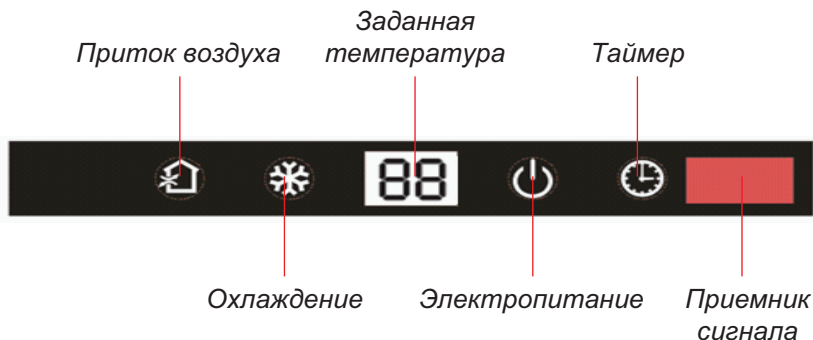

Рис. 5.1
5.1 Панель индикации (рис. 5.1).